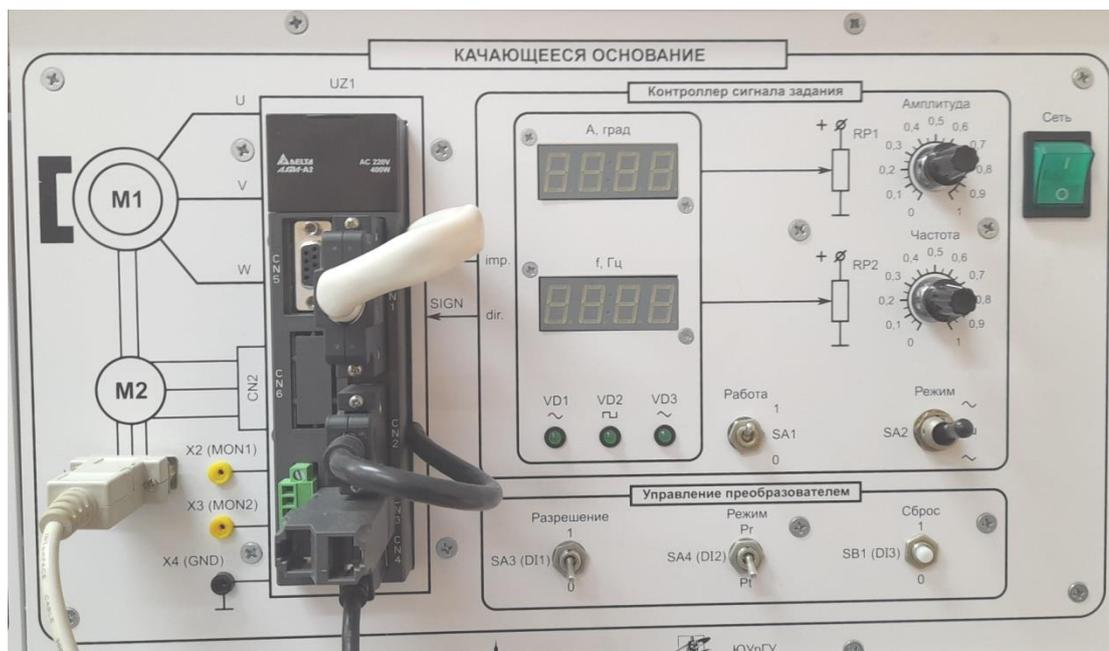

Рис. 30. Модуль «Качающееся основание»
*Модуль «Качающееся основание»* предназначен для управления электродвигателем, приводящим в движение качающееся основание электромеханического блока. Внешний вид модуля представлен на рис. 30.